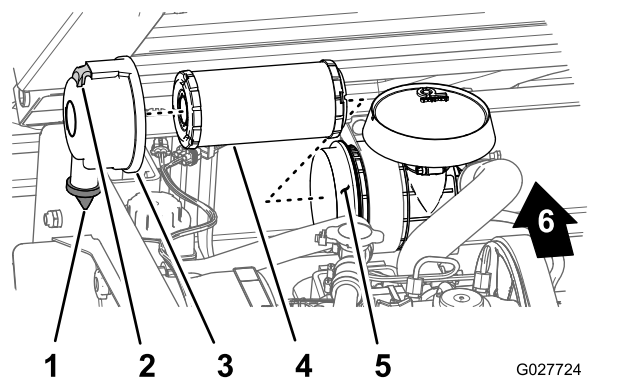

Figura 28
2. Controllate il corpo del filtro dell'aria per escludere eventuali danni che possano causare una perdita d'aria (Figura 28).
3. Tirate il fermo verso l'esterno e ruotate il coperchio del filtro dell'aria in senso antiorario (Figura 28).
5. Estraiete con cautela l'elemento del filtro dal relativo alloggiamento (Figura 28), in modo da ridurre lo spostamento di polvere.
1. Pulite il foro di espulsione della morchia, situato nel coperchio del filtro dell'aria (Figura 28).
2. Togliete la valvola di uscita in gomma dal coperchio, pulite la cavità e rimontate la valvola di uscita (Figura 28).
3. Montate l'elemento del filtro dell'aria nel relativo alloggiamento premendo sul bordo esterno dell'elemento per inserirlo nell'alloggiamento del filtro dell'aria (Figura 28).
posizionata verso il basso (all'incirca tra le ore 5 e le ore 7 vista dall'estremità) come illustrato in Figura 28.
5. Bloccate il coperchio sull'alloggiamento con i fermi (Figura 28).